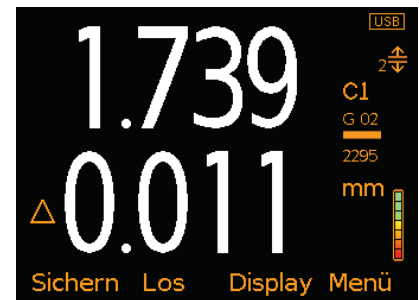

Bild 10: Messwert & Abweichung
- **Bild 10: Messwert & Abweichung^c - Modell T (Bild 10);** Der letzte Messwert wird zusammen mit der Abweichung von dem über 'Menü/Grenzwertspeicher/Grenzw.-Speicher erstellen/NDFT vorgeben' festgelegten Nennwert angezeigt.